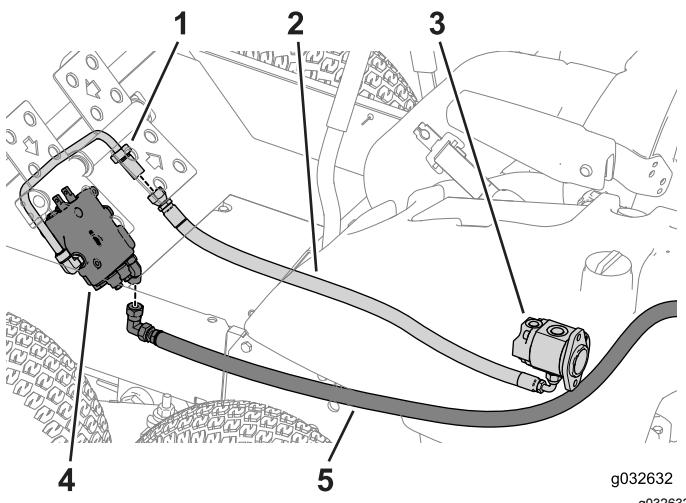

Bild 81
4. Verlegen Sie die Schläuche zur Vorderseite der Maschine (Bild 81)